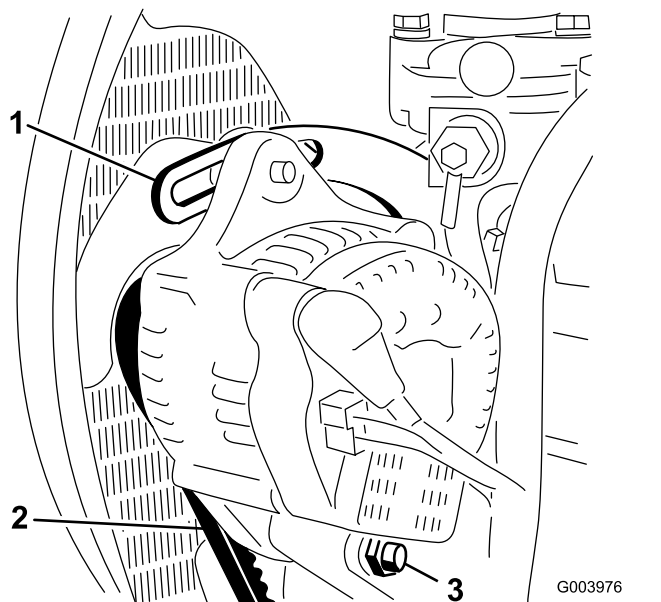

Bild 68
- Prüfen Sie die Spannung des Treibriemens, indem Sie eine Kraft von 10 kg in der Mitte zwischen der Lichtmaschine und der Kurbelwellenscheibe ansetzen (Bild 68).
- Lockern Sie die Schraube, mit der die Strebe am Motor befestigt ist (Bild 68) sowie die Schraube, mit der die Lichtmaschine an der Strebe und der Drehschraube befestigt ist.